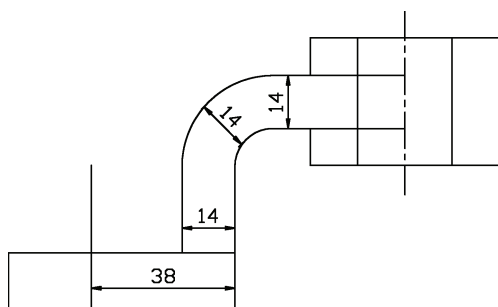

图 3-42 偏移
8) 执行“偏移”命令(o), 对图示的线段进行偏移, 偏移距离 14、38; 执行“修剪”命令(tr)对图形进行修剪, 如图 3-42所示。